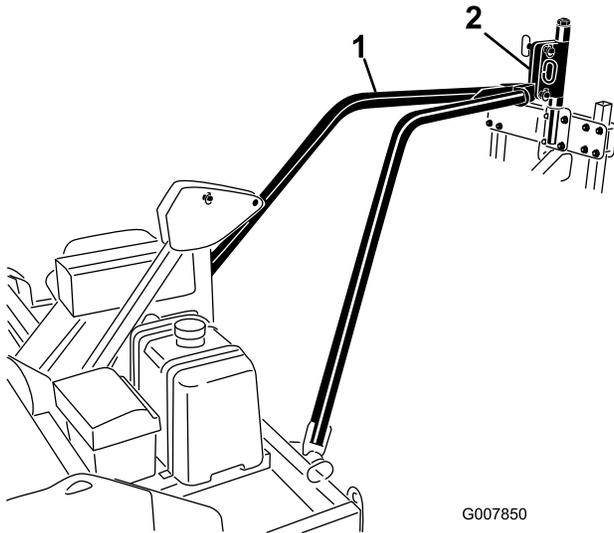

**Figura 12**
2. Utilizando un cuerda de amarre o similar, fije la placa de enganche del brazo de tiro al pivote del bastidor de enganche mientras eleva el brazo de tiro para su instalación (Figura 12).